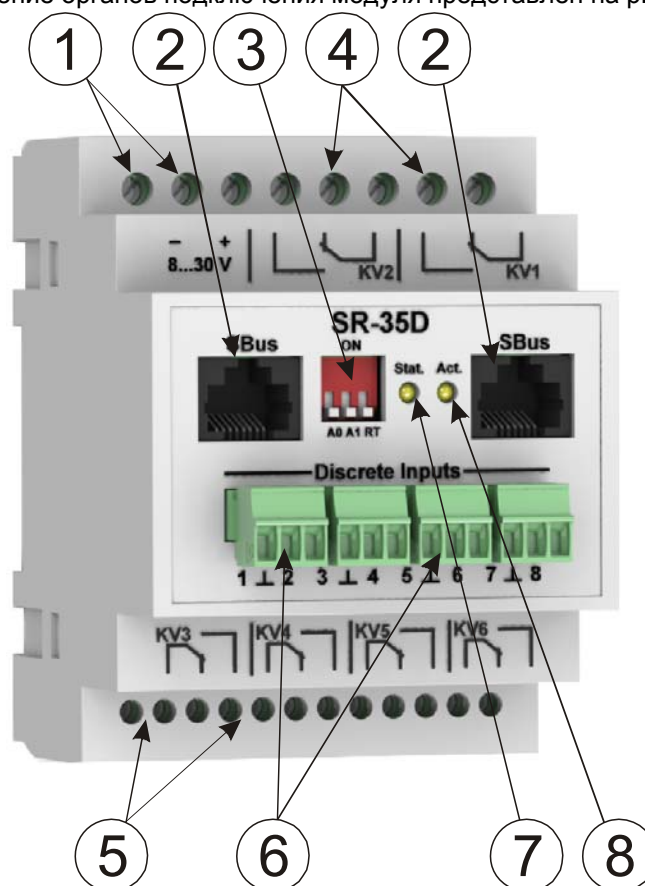

Рисунок 1 – Внешний вид и назначение органов подключения передней панели модуля
- 4.4 Подключите, при необходимости, терминирующий резистор “RT” модуля к шине SBus включив в положение “ON” соответствующий флажок DIP-переключателя (см. рисунок 1).
- 4.5 Подключите информационные кабели шины SBus к разъемам SBus модуля (см. рисунок 1) в соответствии со схемой, изображенной на рисунке 2.
- установите DIP-переключателем **3** (см. рисунок 1) адрес модуля **0x90**, в соответствии с таблицей 3;
- по истечению 30 секунд проконтролируйте по режиму работы индикатора “Stat.” (см. рисунок 1) активность выбранного протокола передачи данных;